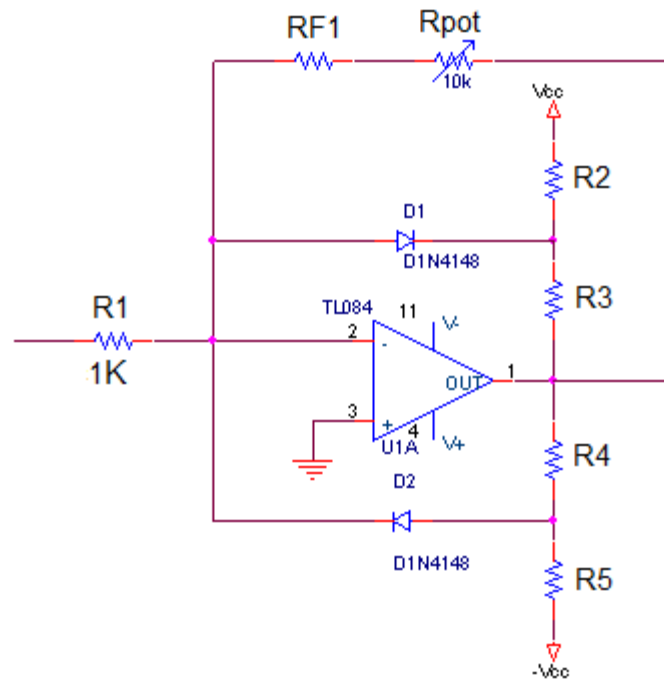
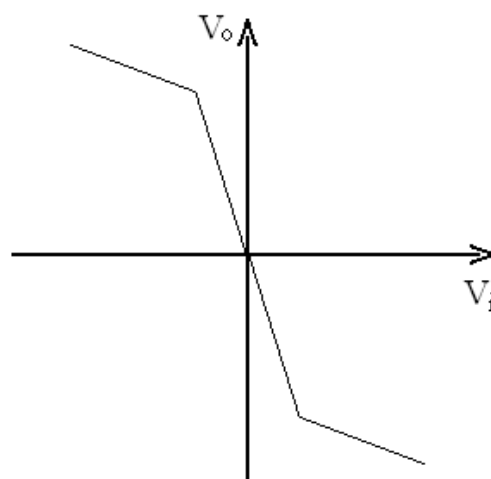

Figura 3 – Esquema do circuito limitador.
Figura 4 – Função de transferência do amplificador com limitador.
- 3) O circuito da Figura 3 é utilizado para controlar a amplitude à saída do amplificador operacional, tornando a oscilação praticamente senoidal. O ganho V_o/V_i é dependente da amplitude do sinal, como ilustrado na Figura 4. Como valores de ganho máximo e mínimo, imponha, respectivamente, um valor de 5% acima e abaixo daquele encontrado no item 2).
5) Implemente o circuito da Figura 3 para limitação do ganho do amp. inversor e verifique o sinal na saída do operacional, analisando a frequência e amplitude estável de oscilação. Analise e documente o espectro de frequências da oscilação, calculando o THD.